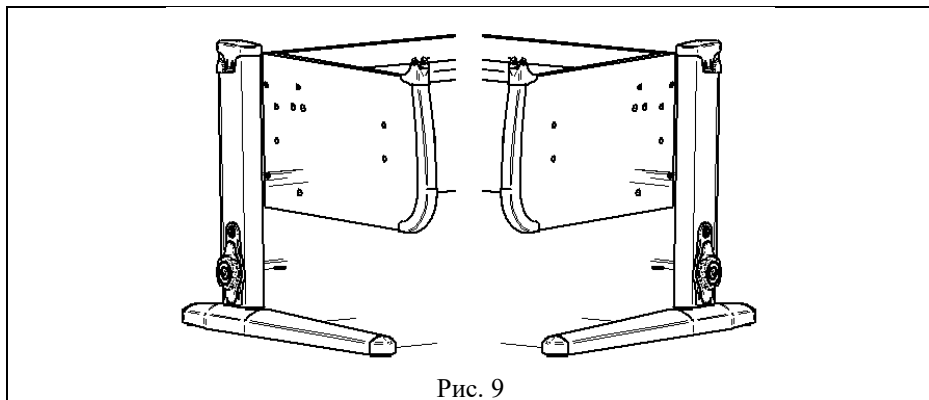

Рис. 9
5.3.1 Вставить левую стойку (сборка по п. 5.2) в основание стола (сборка по п. 5.1) согласно рис. 9.